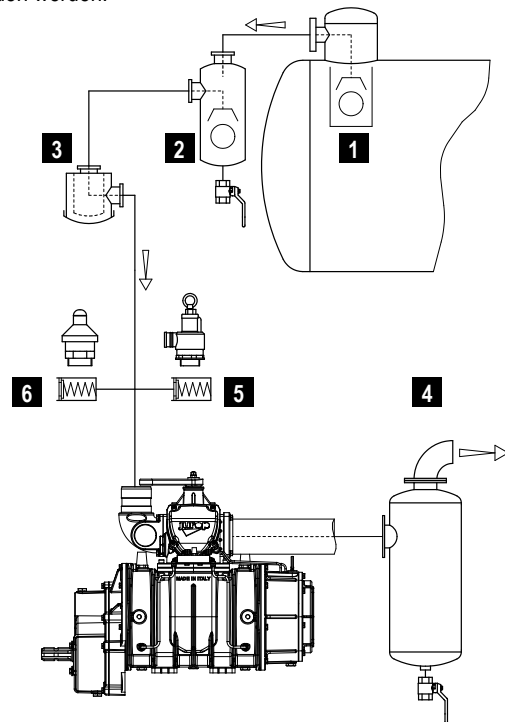

Abb. 4.2
- Siehe Abb. 4.2.
- Um Flüssigkeit in Ansaugleitung zu vermeiden, muss ein Schwimmerüberlaufventil auf Ansaugungslinie montiert werden (Fig. 4.2. - pos. 1). Der Durchmesser des Übergangsschnitts muss entsprechend der Ansaugleitung sein.
- Bei Pumpenbetrieb lärmt die Anlage, also wird ein Schalldämpfer empfohlen (Fig. 4.2 - pos. 4). Er wird so nah wie möglich an der Pumpe angebaut und muss für Luftförderleistung der Vakuumpumpe angemessen sein. Schmieröl muss von der Luft durch geeigneten Abscheider getrennt werden. Er ist normalerweise dem Schalldämpfer eingebaut, mit Öl und Kondenswasser Ablasshähne komplett.